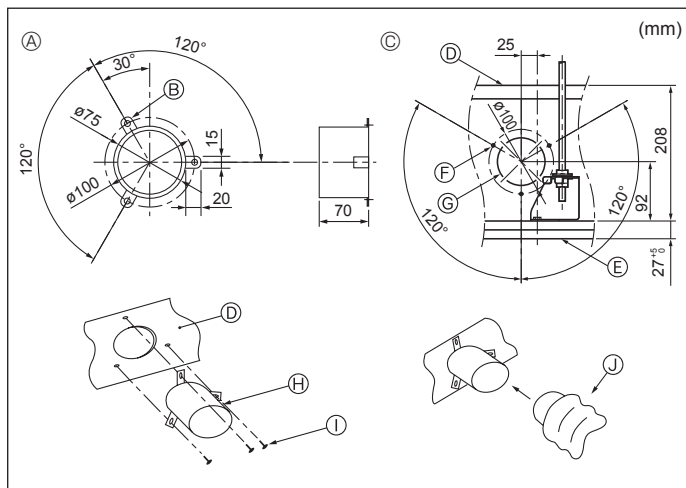

Fig. 2-3
2.3. Instalación del conducto (en caso de entrada de aire fresco) (Fig. 2-3)